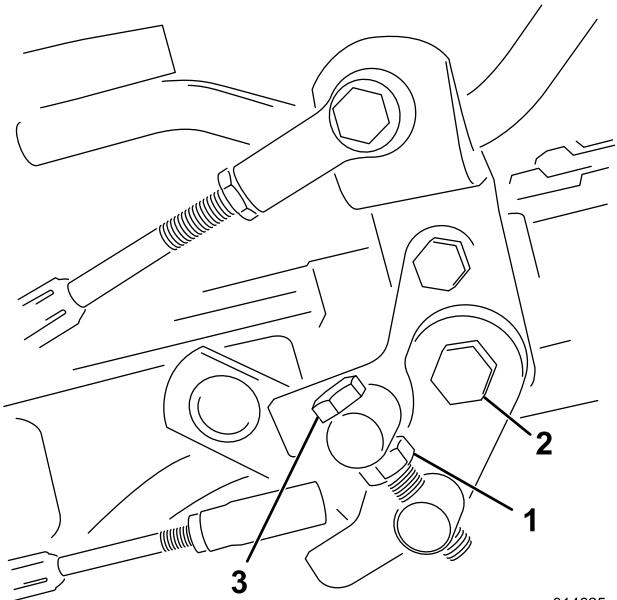

図 50
図 50。
4. トランニオンボルトのジャムナット、およびペダルピボットのナットを締め付けて調整を固定する図 50。調整を確認し、必要に応じて再調整する。